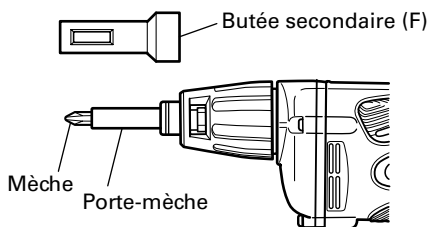

Fig. 9
**3. Démontage de la mèche (Fig. 9)**